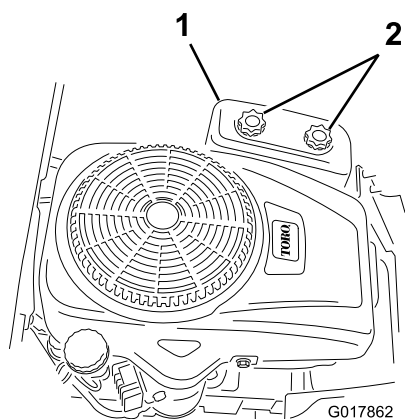

Figure 28
4. Déposez le couvercle du filtre à air en dévissant les 2 boutons (Figure 28).
3. Reposez le couvercle du filtre à air et serrez les deux boutons (Figure 28).